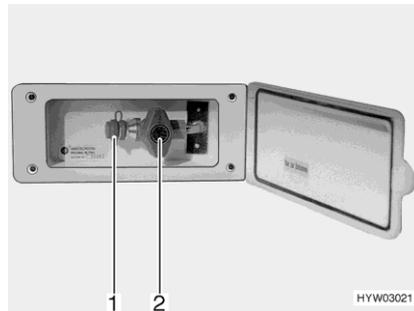

Fig. 126 Toma exterior de gas (válvula de paso de gas cerrada)
- Conectar el aparato de gas externo en el punto de conexión (Fig. 126,1).
- Abrir la válvula de paso de gas (Fig. 126,2).